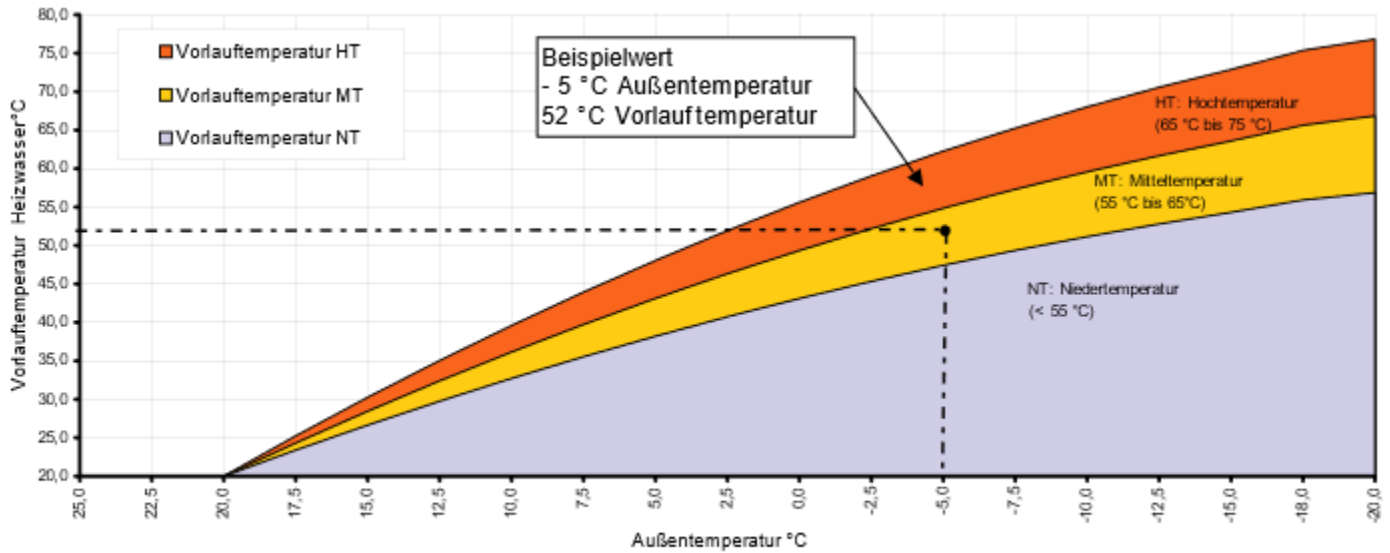

Fig. 1.1 : Diagramme pour la détermination expérimentale des températures de système réellement requises
- **Détermination expérimentale pendant la saison de chauffage (voir Fig. 1.1)**